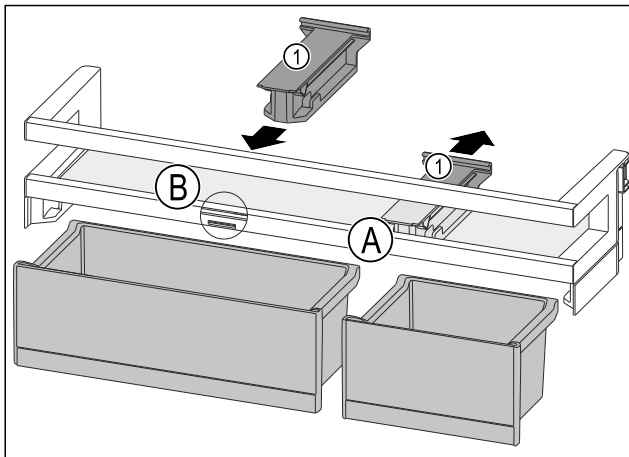

Fig. 88
- ▶ Retirer la pièce de retenue Fig. 88 (1) en position Fig. 88 (A) vers l'arrière.
- ▶ Mettre la pièce de retenue Fig. 88 (1) en position Fig. 88 (B).